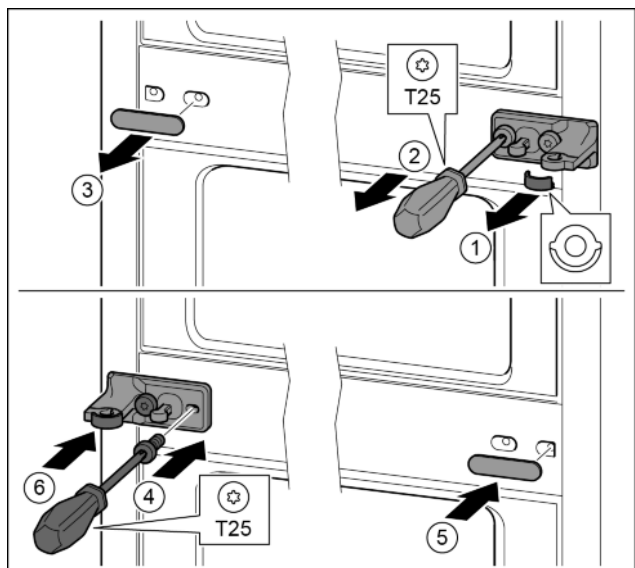

Fig. 14
- ▶ Noņemiet aplāksni. Fig. 14 (1)
- ▶ Ar skrūvgriezi T25 izskrūvējiet skrūves. *Fig. 14 (2)*
- ▶ Uzmanīgi noņemiet pārsegu. *Fig. 14 (3)*
- ▶ Stingri pieskrūvējiet gultņa balstu ar plēvi, pagrieztu par 180°, otrajā pusē. *Fig. 14 (4)*
- ▶ Piestipriniet pārsegu, pagrieztu par 180°, otrajā pusē. *Fig. 14 (5)*
- ▶ Uzbīdīet paplāksni no priekšas. *Fig. 14 (6)*